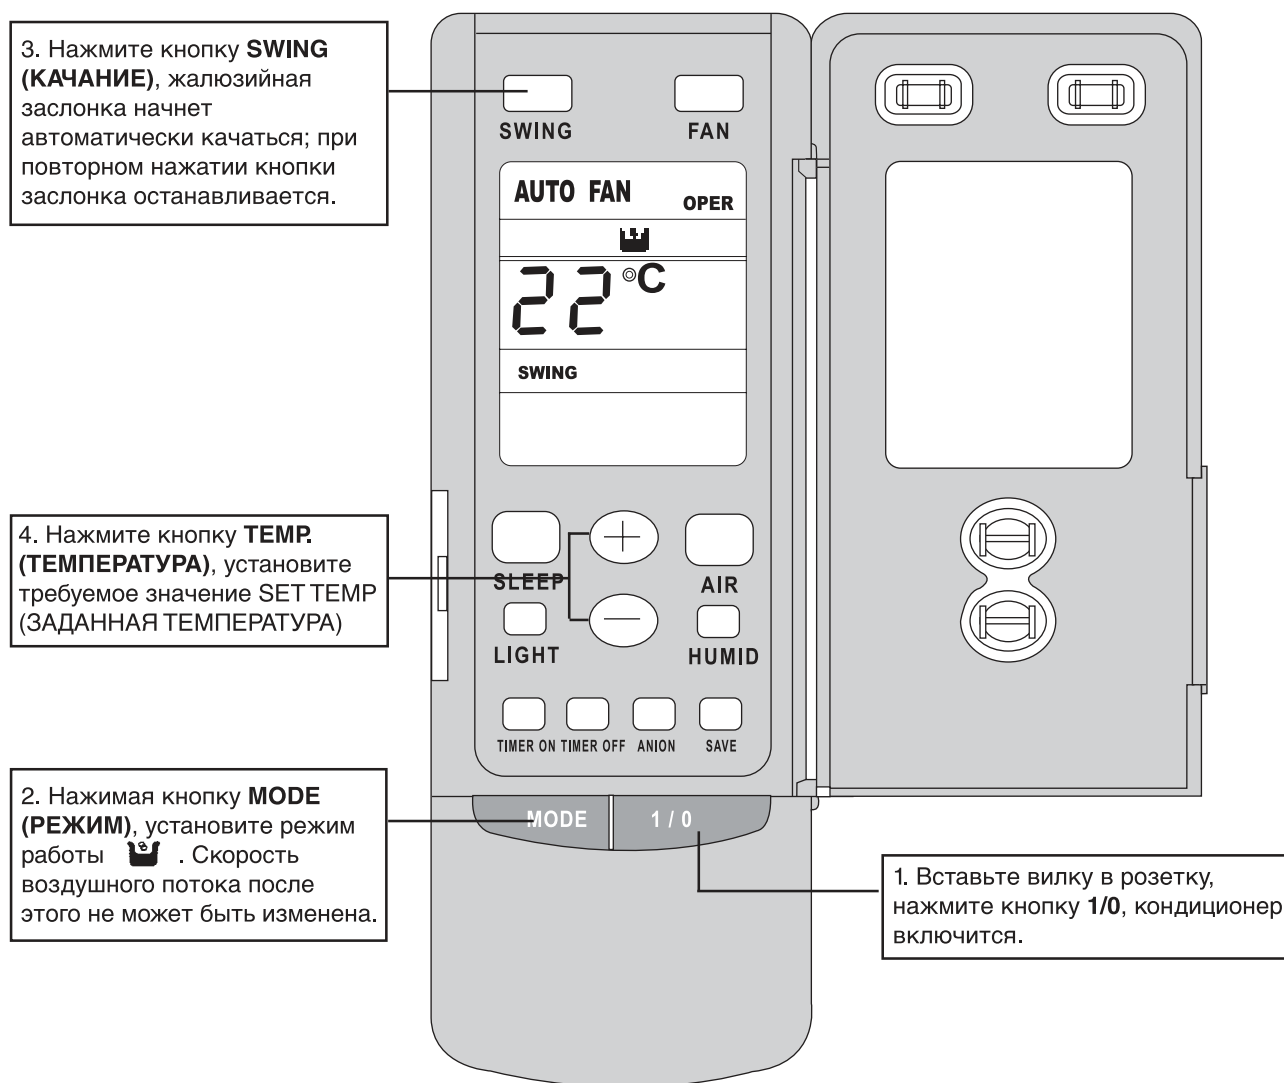

Рис. 3.5
3.1.5 Работа в режиме ОСУШЕНИЕ (рис. 3.5).